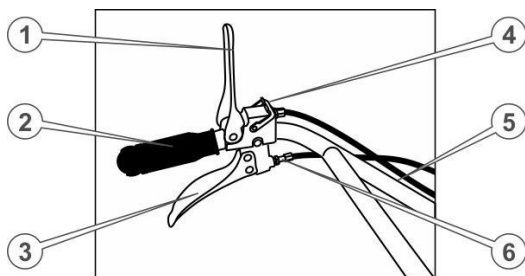

Рисунок 20 – Ліва сторона керма
4. Опустіть вниз і зафіксуйте в цьому положенні блокувальною скобою важіль аварійної зупинки двигуна на лівій рукоятці керма (див. рис. 20).